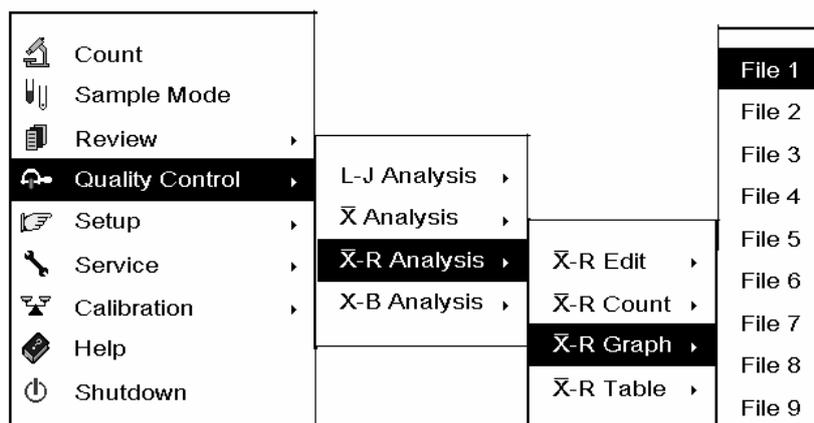
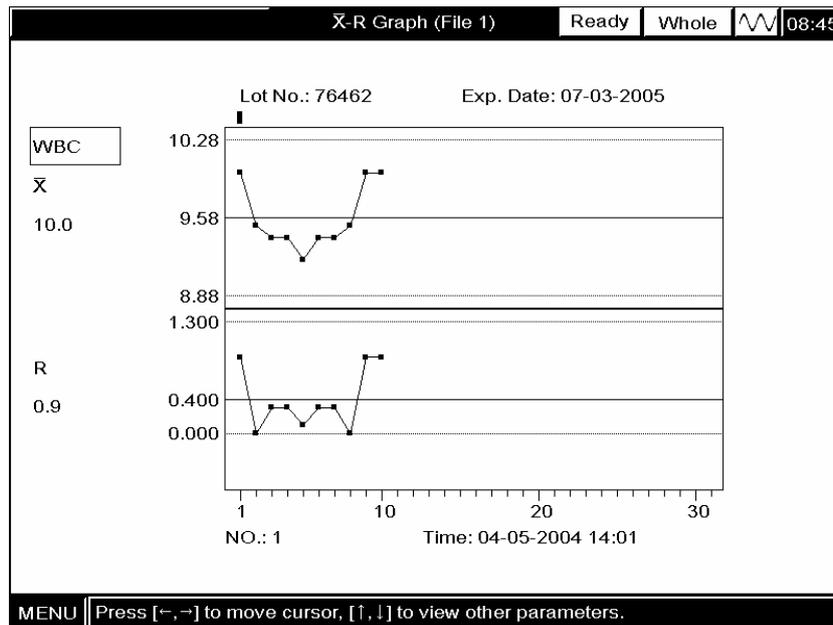

Abbildung 8-41 System-Menü
Abbildung 8-42 "X-R-Diagramm"-Anzeige
**WÄHLEN** Sie "Qualitätskontrolle →  $\bar{X}$ -R-Analyse →  $\bar{X}$ -R-Diagramm → Datei 1" AUS (Abbildung 8-41), um die " $\bar{X}$ -R-Diagramm"-Anzeige aufzurufen (Abbildung 8-42).